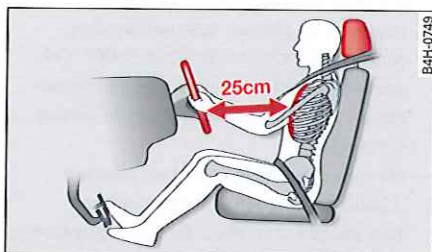

Fig. 123 Position assise correcte
- ▶ Ajustez le volant de sorte que la distance entre celui-ci et la poitrine soit au moins de 25 cm ⇒ fig. 123.
– Ajustez le siège de sorte que la distance entre votre poitrine et le milieu du volant soit au moins de 25 cm ⇒ *fig. 123*.